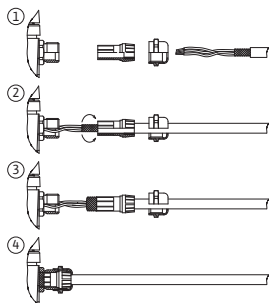

Fig. 29: Skjermstøtte
Skjermingen kobles til kabelgjennomføringen på elektronikkmodulen. Se Fig. 29.
Kablene til de digitale og analoge inngangene og BUS-kommunikasjonen må skjermes via kabelgjennomføringens metall-kabelskjøt med gjenger (Fig. 21, pos. 4, 5 og 6). Skjerming, se Fig. 29.